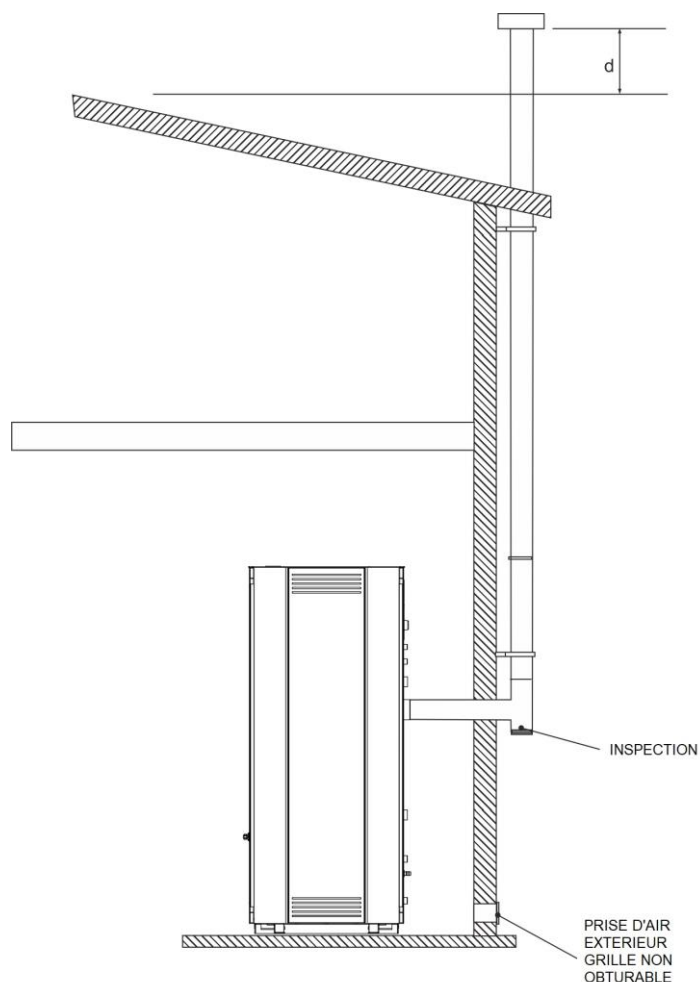

Fig. 13
- Doivent être utilisés seulement des tubes isolés (double paroi) en acier inox fixés au bâtiment (fig.13).
- Dans la fig. 13 est représentée la solution à adopter dans le cas où on veut utiliser un conduit de fumées extérieur.